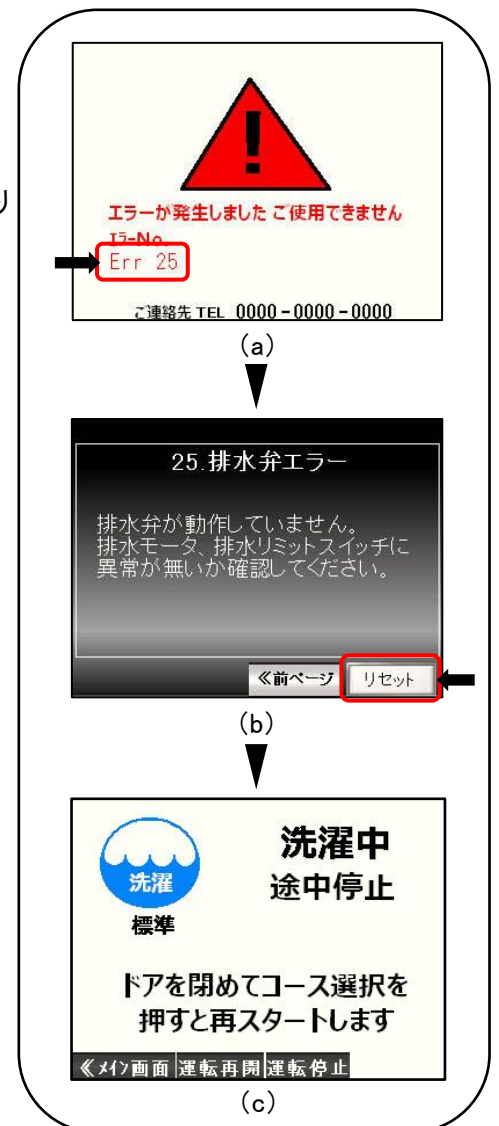

図9-1
- エラーが発生すると、画面にエラー番号が表示されます。[図9-1(a)]
- エラー番号を押すとエラー内容が表示されます。[図9-1(b)]
- エラーが解除されると途中停止動作の状態になり、途中停止画面に切り替わります。[図9-1(c)]